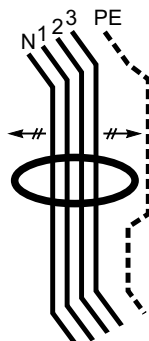

Figure 2
- Ø intérieur du tore > 1,4 x Ø extérieur du faisceau de câbles (figure 2).